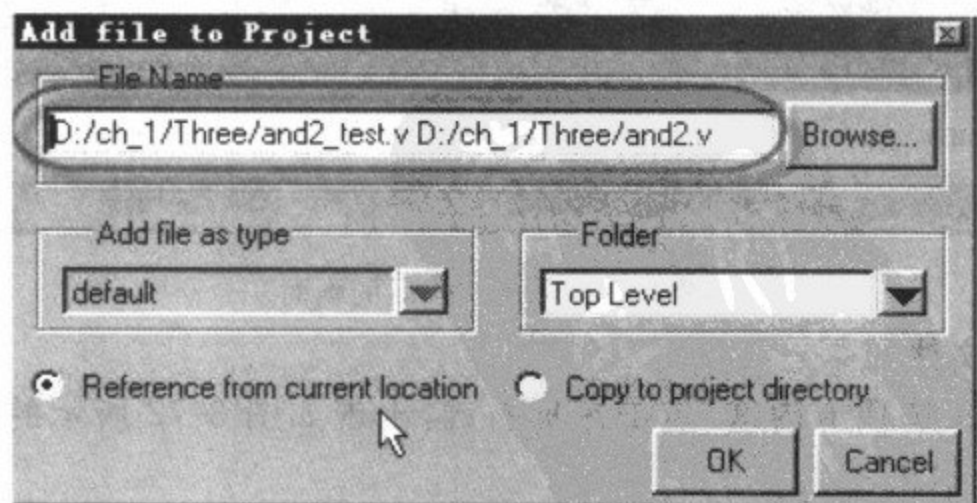

图 3-69 添加文件后的对话框
(6)添加文件后的对话框如图 3-69 所示,点击 OK 按钮。